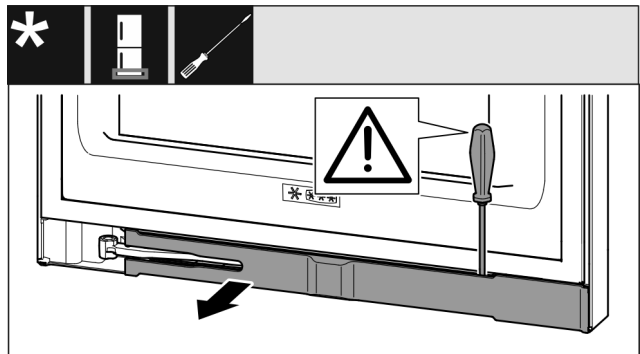

Fig. 11
- ▶ При помощи шлицевой отвертки освободите накладку и отведите в сторону Fig. 11 (1)